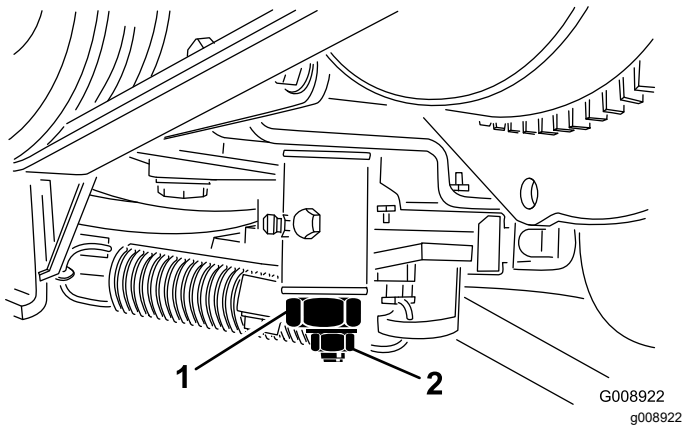

Bild 55
- Lockern Sie die Sicherungsmutter an der Fahrtriebs-Einstellnocke (**Bild 55**).